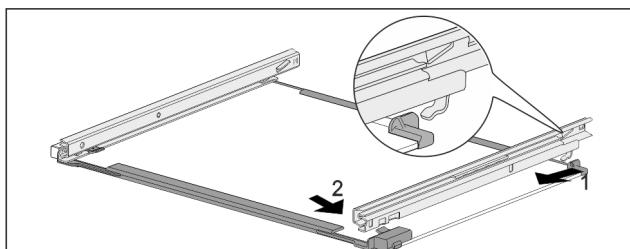

Fig. 191 Steklena plošča z vodili
- Vodilo obesite na kavelj na zadnji strani. Fig. 191 (1)
► Vodilo zaskočite na sprednji strani. Fig. 191 (2)